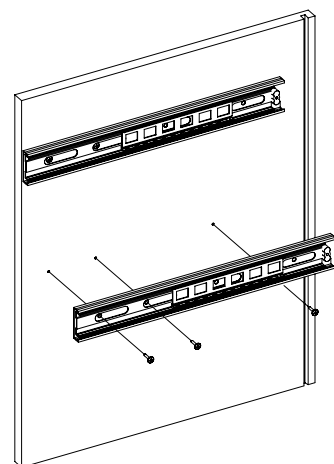

Рис.5
4. Отсоедините от основания телескопических направляющих внутренние планки, отогнув пластиковый рычажок фиксатора (Рис. 4). Основания телескопических направляющих закрепите на деталях 2, 3 винтами М5х8 (Рис. 5). !!! Приложите телескопическую часть отверстиями к отверстиям на боковине шкафа так, чтобы они были отцентрованы относительно друг друга. Вкрутите винты М5х8 с помощью шуруповерта, приложив немного усилий. **Внимание:** винт М5х8 должен заходить с натягом для максимально плотной фиксации телескопических направляющих.